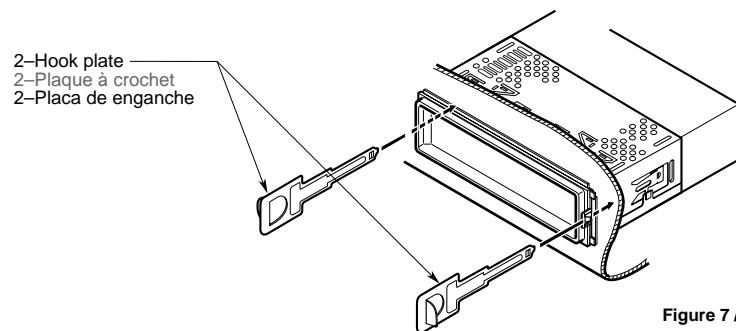

Figure 7 / Figure 7 / Figura 7
3. Insert and lock the hook plates. (Figure 7)
3. Insérer et verrouiller les plaques à crochet. (Figure 7)